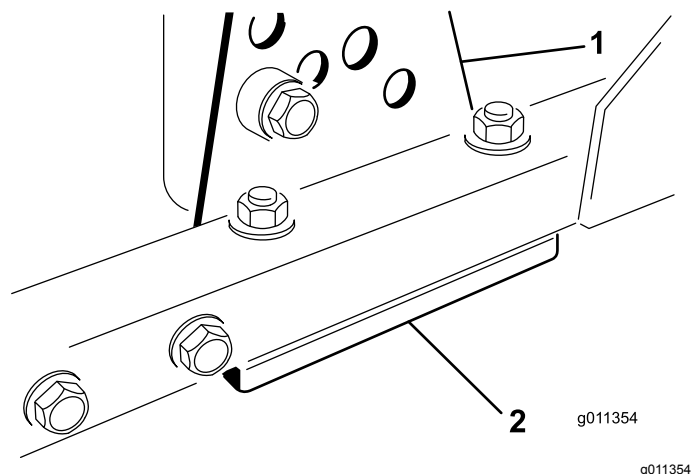

図 102
1. 刈り高ブラケット前、左、右のうち1つをデッキのフレームから外す図 102。
2. デッキフレームとブラケットとの間に厚さ 1.5mm または 0.7mm のシム、場合によってはこれらの両方を挿入して、希望する刈高を達成する図 102。